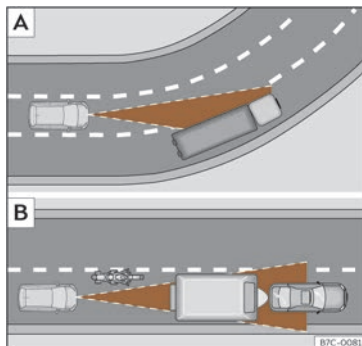

Fig. 128 **A** Vehicle en un revolt. **B** Motociclista circulant per davant fora del radi d'acció del sensor de radar.
L'ACC podria no detectar el vehicle precedent en un revolt o podria regular la distància amb vehicles que es troben en altres carrils >>> **fig. 128** **A**.
- Vehicles que circulin desalineats o fora de la zona de detecció del sensor, per exemple, motocicletes >>> **fig. 128** **B**.